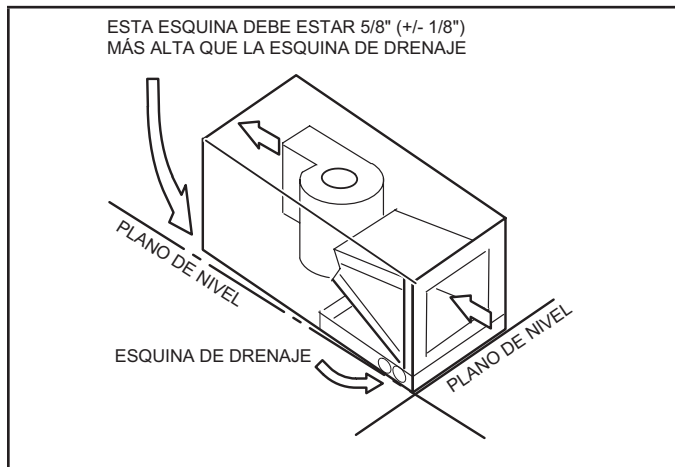

FIGURA 13. Inclinación de la unidad para un drenaje apropiado
- 3 - Coloque la unidad de modo que esté inclinada hacia el extremo del colector de drenaje de flujo ascendente y nivélela desde el extremo delantero al extremo trasero (consulte la FIGURA 13).
Asegúrese de que la unidad esté inclinada (similar a la pendiente en la FIGURA 13) de modo que el colector de drenaje se vacíe por completo sin que quede agua estancada en el colector.